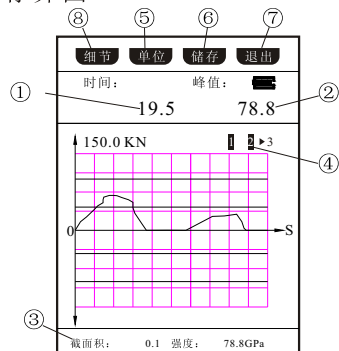

图 11
- ⑧停止键：停止测试进入储存界面（图11）。
测试材料强度参数为“是”，显示截面积与强度大小（图11）；
若存储位为0，按此键返回存储界面（图11）；